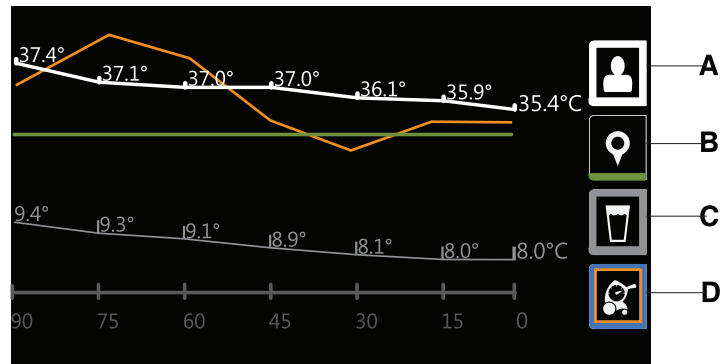

Figura 5-18: Apresentação gráfica
- Leitura da temperatura principal do paciente da sonda A ligada (Figura 5-18 na página 5-35)
- Temperatura alvo intermédia (B)
- Temperatura da água (C)
- Nível de potência (D)